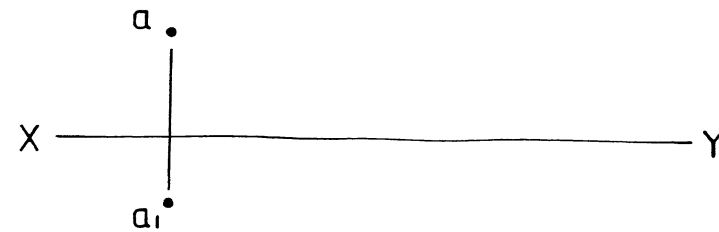

FIG. 1.1
- 1.1 Make use of the following information in FIG. 1.1 and complete the front view and top view of line segment AB.
- 1.1 Maak gebruik van die volgende inligting in FIG. 1.1 en voltooi die vooraansig en boaansig van lynstuk AB.